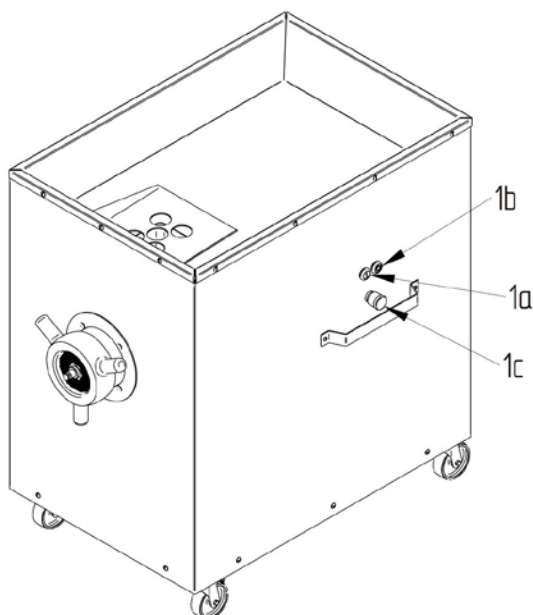

Рисунок 1
В модели LM-42 и LM-130 кнопка ПУСК/СТОП, а также кнопка аварийной остановки расположены на лицевой стороне мясорубки (Рисунок 1: № 1a, 1b, 1c). Кнопка Пуск снабжена выключателем низкого напряжения для предотвращения непроизвольного включения машины после остановки машины из-за отключения электричества.
1. **ОСТАНОВИТЕ** машину нажав на черную кнопку Стоп (Рисунок 1, № 1b).
При условии, что все требования, указанные в разделе 5.1.2 соблюдены, мясорубка включается нажатием на белую кнопку Пуск (Рисунок 1, № 1a).
Мясорубка может быть остановлена нажатием на черную кнопку Стоп. (Рисунок 1, № 1b) или **в случае необходимости** нажатием на **КНОПКУ АВАРИЙНОЙ ОСТАНОВКИ** (Рисунок 1, № 1c). Машина также снабжена выключателем низкого напряжения для предотвращения произвольного включения машины после остановки машины из-за временного отключения электричества.